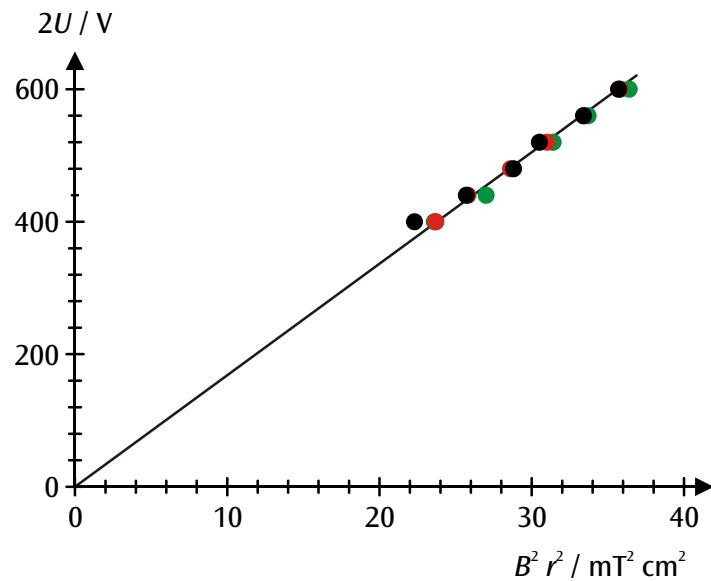

Fig. 3 Diagramme  $r^2 B^2 - 2U$  des valeurs mesurées (noir :  $r = 5 \text{ cm}$ , rouge :  $r = 4 \text{ cm}$ , vert :  $r = 3 \text{ cm}$ )
- Pour évaluer les mesures, reportez les valeurs dans un diagramme  $r^2B^2-2U$  (voir la fig. 3). La rampe de la droite d'origine correspond à  $e/m$ .